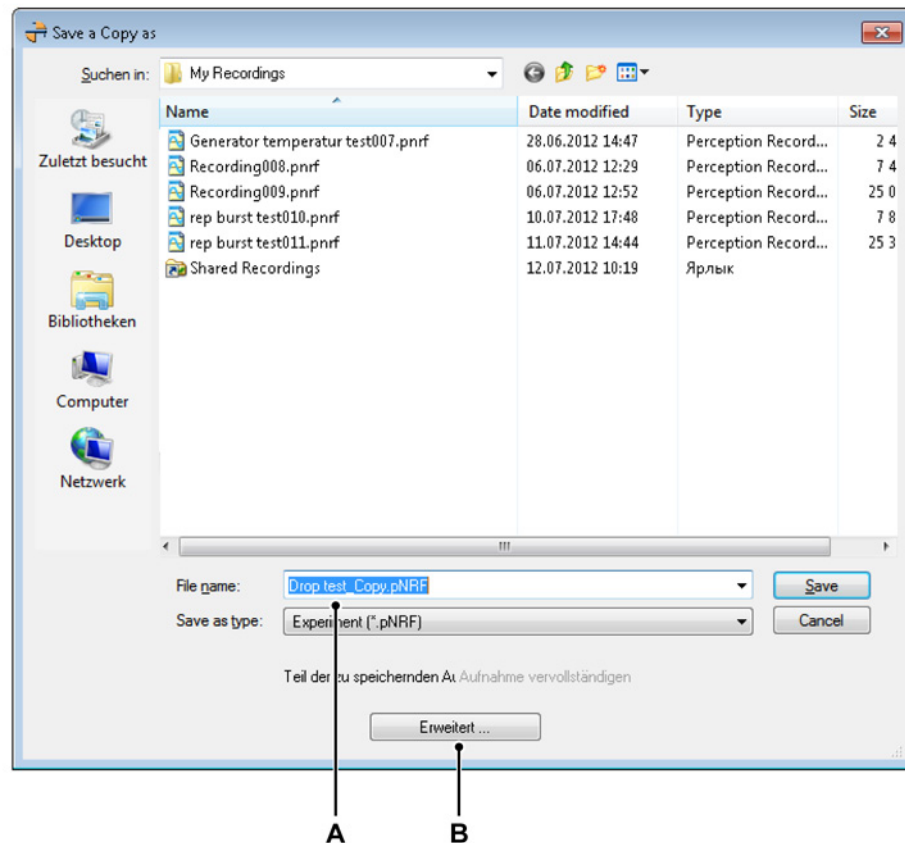

Abbildung 9.8: Das Dialogfeld Kopie speichern als
- 2 Navigieren Sie im folgenden Dialogfeld (siehe Abbildung 9.8) zum neuen Pfad, um die Datei als Kopie zu speichern. Klicken Sie ggf. auf die Schaltfläche **Erweitert**, um das Dialogfeld mit den erweiterten Einstellungen aufzurufen.